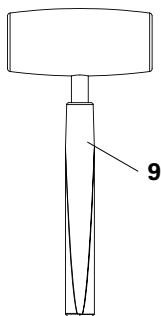

Fig. A3.00a
Per non danneggiare i pannelli, i connettori e tutti gli altri componenti, non utilizzare il martello sulle casseforme. In caso di necessità, ricorrere a un martello con testa in gomma (9). (Fig. A3.00a)